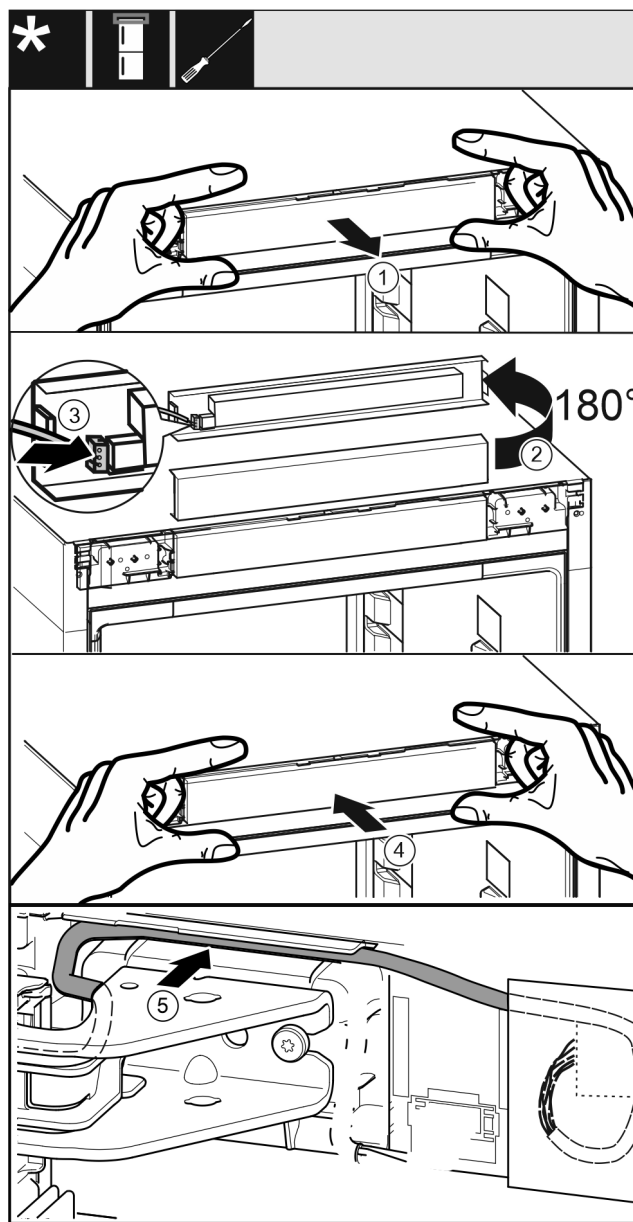

Fig. 60
- Vzemite okvir Fig. 60 (1) upravljalne plošče previdno ven.
- Obrnite upravljalno zaslonko Fig. 60 (2) navzgor za 180°.
- ▶ Zatakните vtič Fig. 60 (3) v zaslonko upravljalne plošče.
- ▶ Zaslonko upravljalne plošče Fig. 60 (4) zatakните nazaj v napravo.
- ▶ Kabel Fig. 60 (5) previdno položite v vodilo nad zgornjim ležajnim podstavkom.